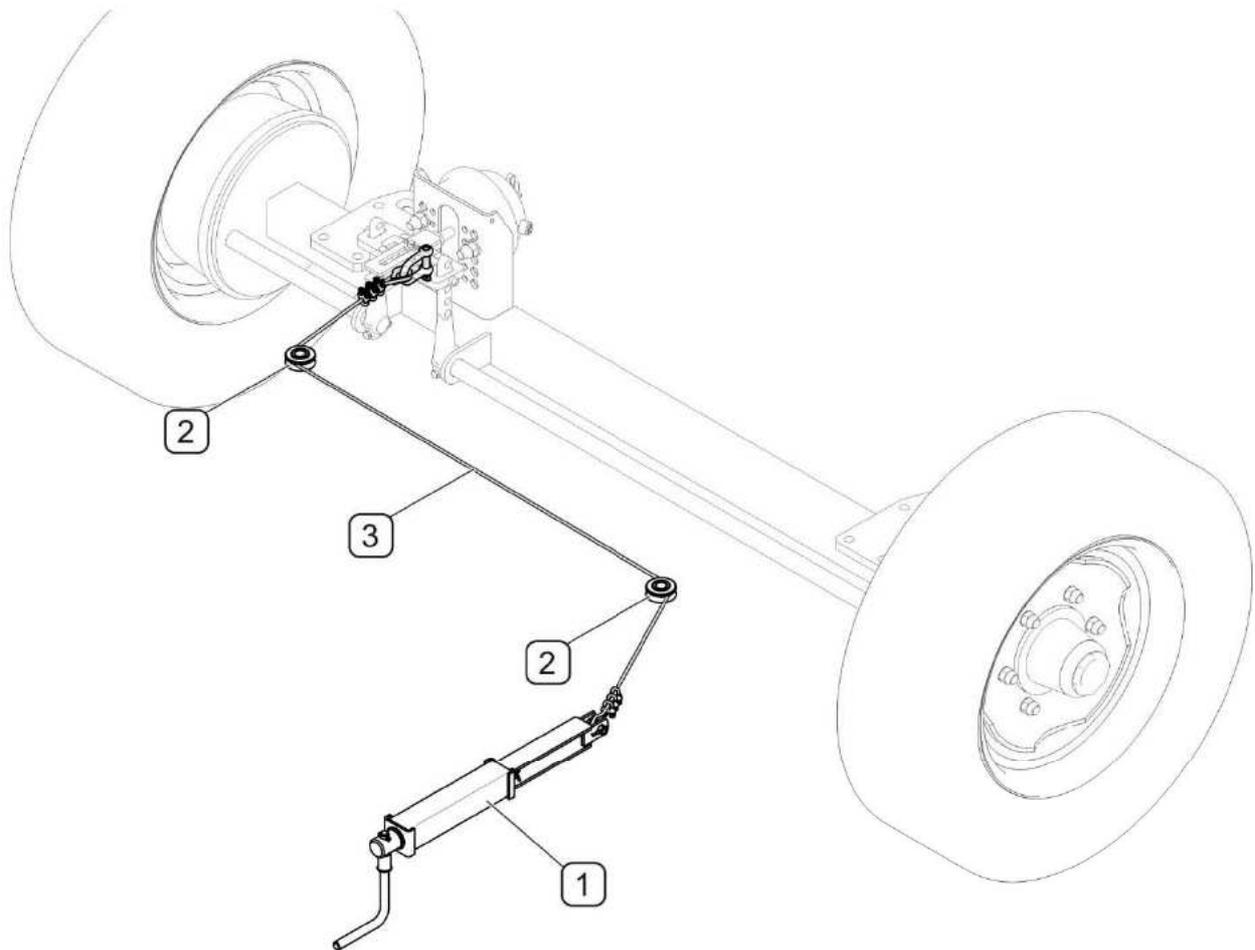

ABB. 3.7 Feststellbremse
(1) - Kurbelmechanismus der Bremse; (2) - Umlenkrollen; (3) - Bremsseil;
Der Betätigungsmechanismus der Feststellbremse (ABB. 3.7) befindet sich vorne auf der linken Seite des Rahmens der Kehrmachine und dient zum Bremsen der Maschine im Stand. Die Bremse wird durch Drehen des Kurbelmechanismus (1) im Uhrzeigersinn angezogen. Durch das Spannen des Bremsseils (3) mithilfe des Mechanismus werden der Spreiznockenhebel ausgelenkt und damit die Bremsbacken gespreizt, wodurch die Maschine gebremst wird. Um die Bremse zu lösen, muss der Kurbelmechanismus im entgegengesetzten Uhrzeigersinn gedreht werden.